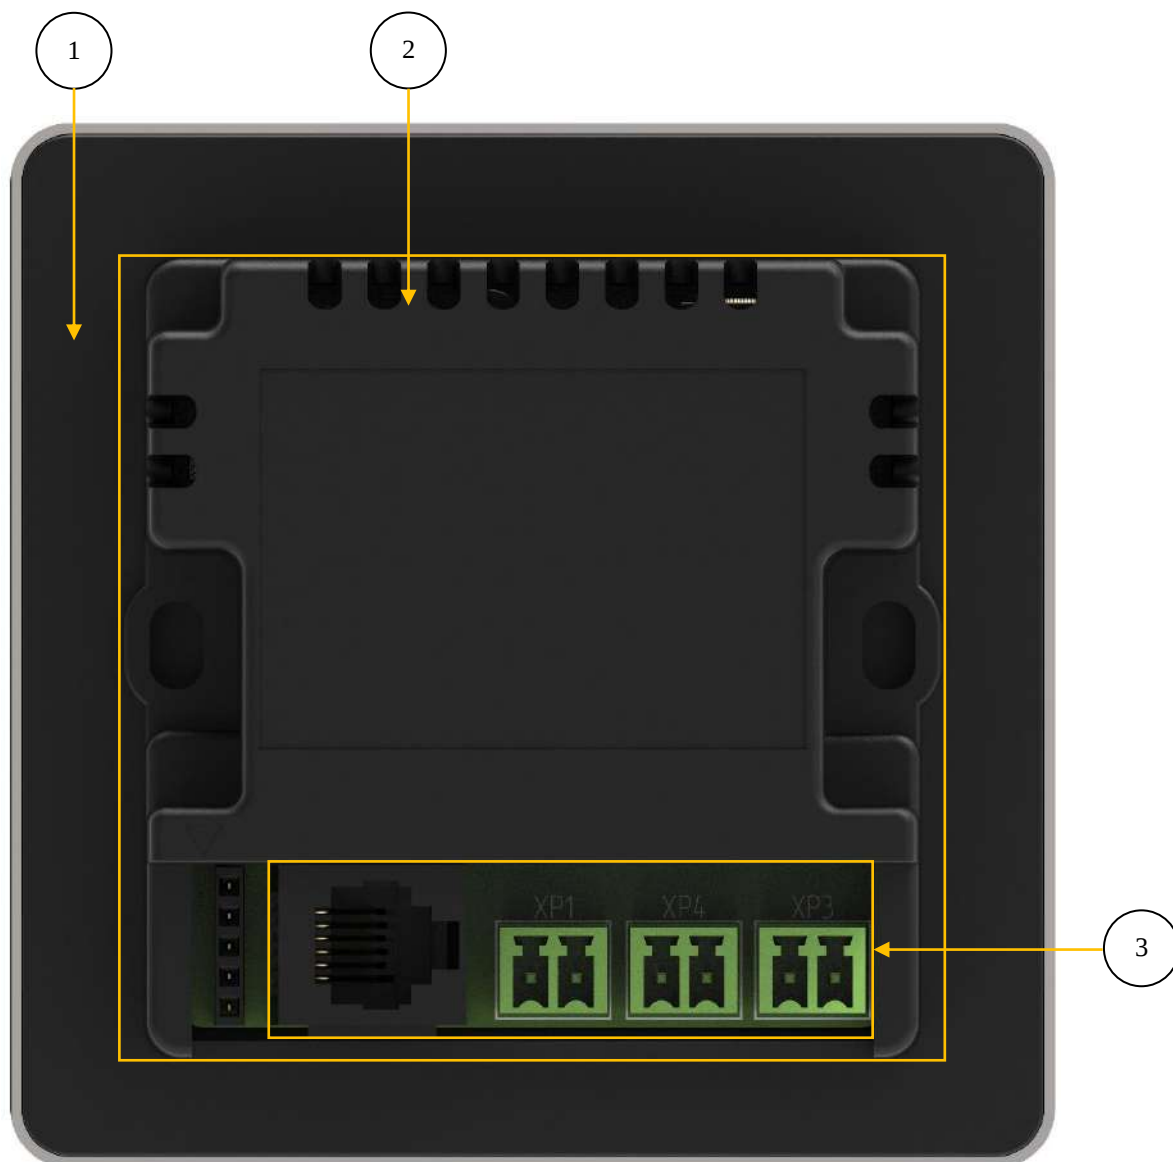

Рис. 18.: Дисплейный модуль. Вид сзади.
2.2. Задней крышки (Рис. 18.: Дисплейный модуль. Вид сзади., Рис. 19.: Дисплейный модуль. Изометрия.).